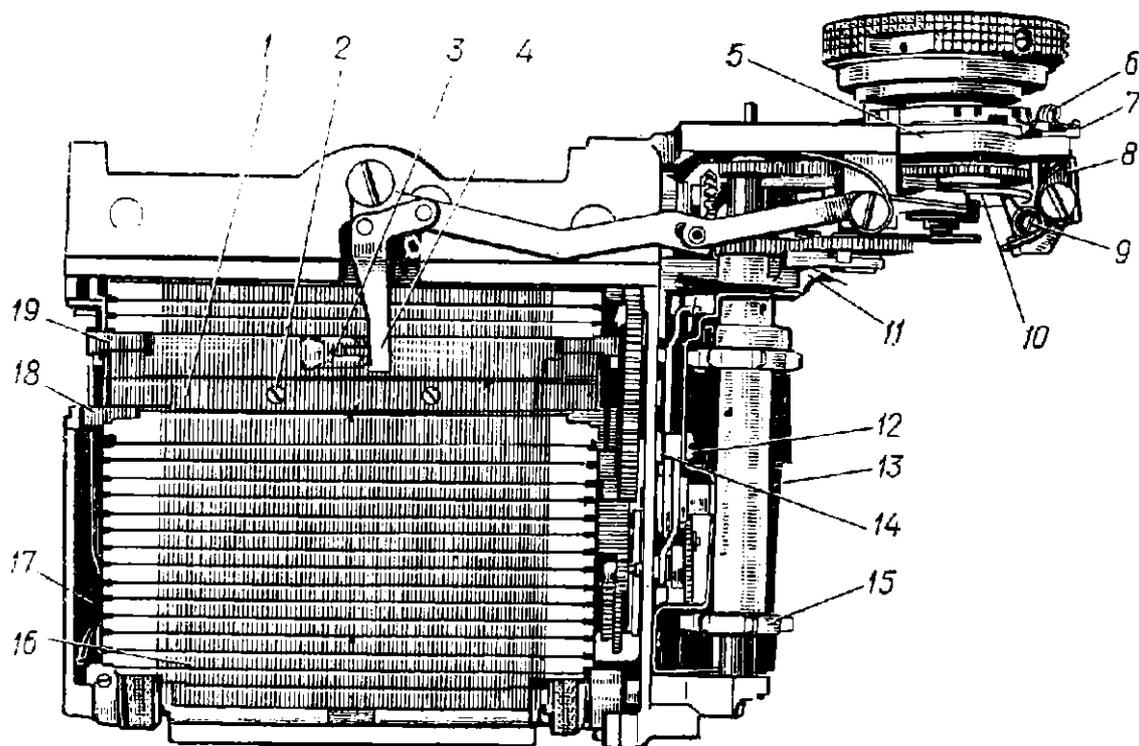
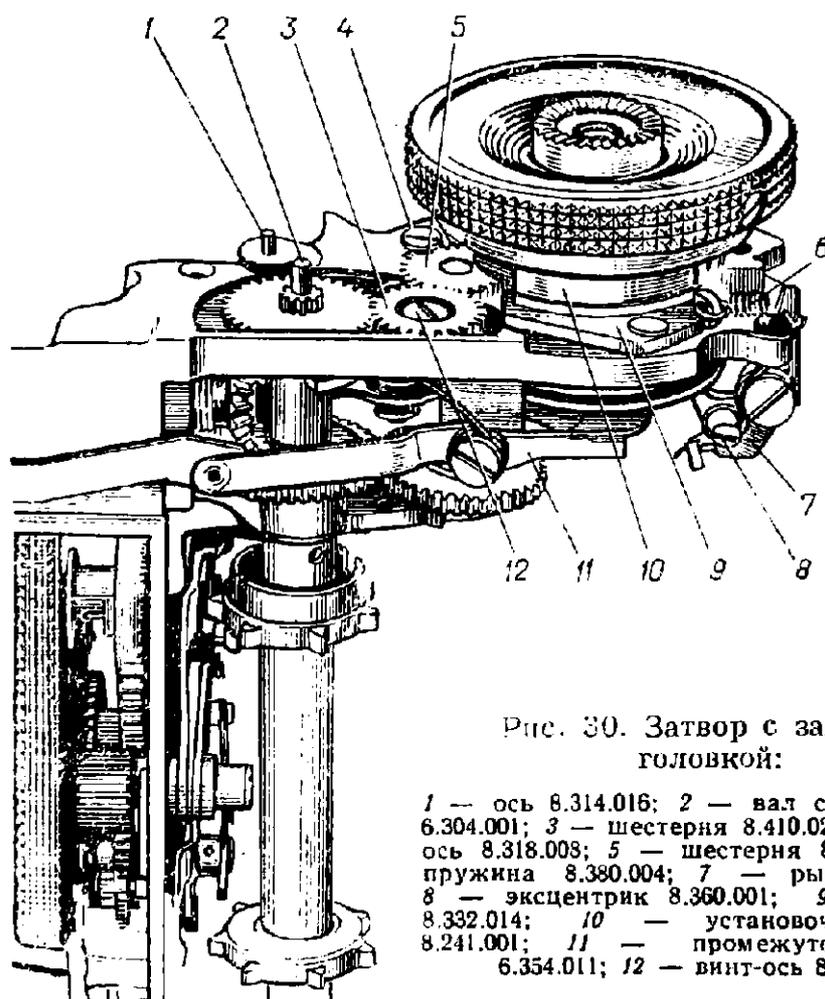

Рис. 27. Затвор со шторками:
Рис. 30. Затвор с заводной головкой:
5.2.82. Проверить работу шторок при спуске затвора. Верхняя шторка при торможении пальцем должна легко входить в щель замка и фиксироваться двумя штифтами фрикционной пружины 19 (рис. 27).
5.2.83. Проверить размер щели на выдержке 1/1250 с калибром ФК2-М-2сб. (размер должен быть 1,2—1,4 мм). Регулировку размера щели производить упором направляющей 17 (рис. 27) и упором рычага 15 (рис. 18).
5.2.84. Установить щиток 13 (рис. 27) на корпус затвора, как показано на рис. 27, подложить снятую шайбу 14. Закрепить щиток 13 винтами 12 и 14 (рис. 18).
5.2.90. Установить щиток 11, как показано на рис. 27. Правый конец щитка завести между корпусом затвора и корпусом камеры.
5.2.99. Завинтить калибр $\frac{\text{ФК2-М-8сб.}}{1Г-7}$ в спусковую кнопку. При медленном спуске затвора носик рычага 5 (рис. 11) отходит от упора 3 нижней шторки вправо, затем рычаг 9 (рис. 30) выходит из впадины установочного кольца 10, освобождая его от фиксации. После отключения рычагов должен произойти спуск шторок затвора. При необходимости регулировку производить осью 4 (рис. 11) и эксцентрик 9 (рис. 27).